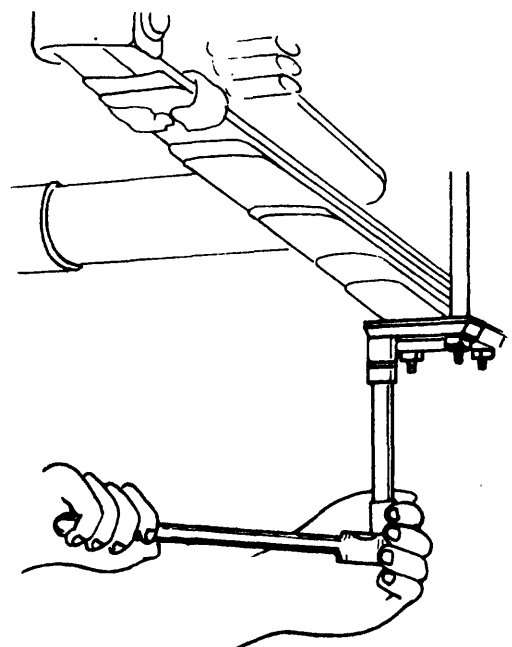

Fig. 2
- b Saque las tuercas de las abrazaderas del paquete de resortes (fig. 2).